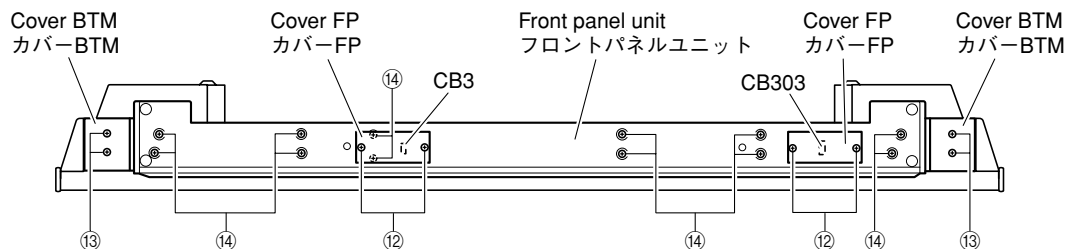

Fig. 6
- Remove 4 screws (12). (Fig. 6)
- Remove CB3 and CB303. (Fig. 6)
- Remove 4 screws (13). (Fig. 6)
- Remove 12 screws (14). (Fig. 6)
- ⑫のネジ 4本を外します。(Fig. 6)
- コネクター CB3、CB303を外します。(Fig. 6)
- ⑬のネジ 4本を外します。(Fig. 6)
- ⑭のネジ 12本を外します。(Fig. 6)